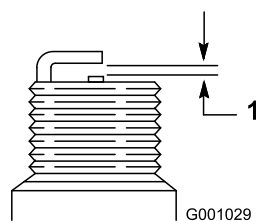

Figura 54
7. Regolate la luce tra gli elettrodi della candela nuova a 0,76 mm (Figura 54).